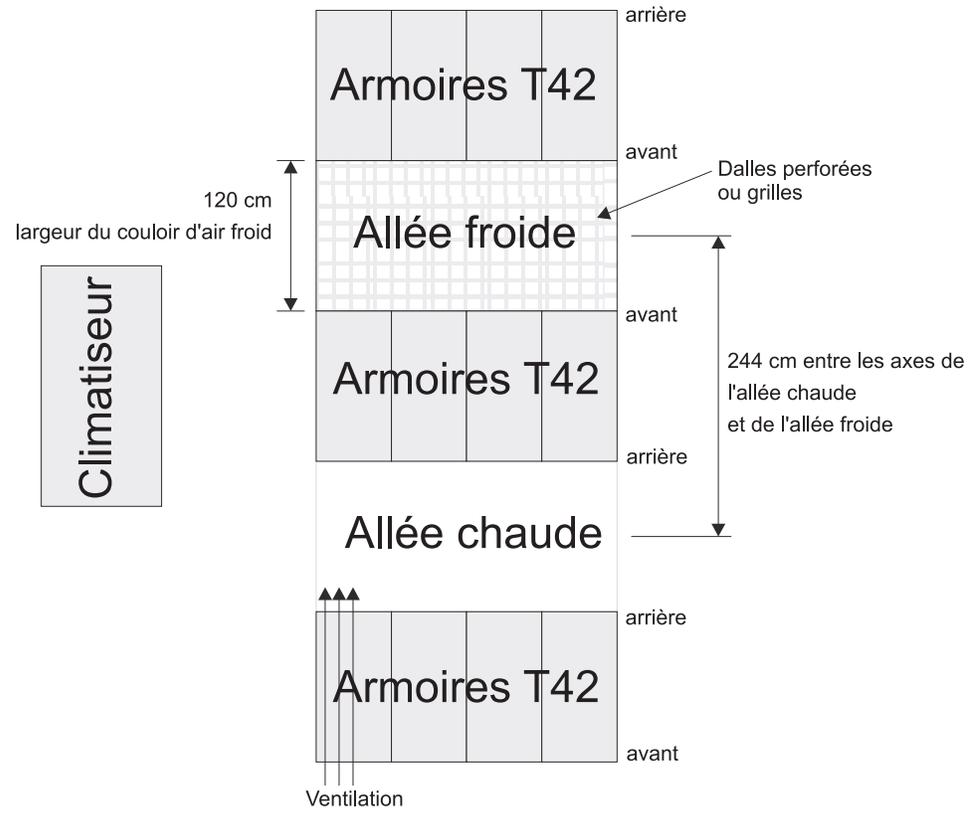

Figure 12. Exemple de configuration d'armoires organisées en allées froides/chaudes
- L'air pénètre par l'avant de l'armoire et sort par l'arrière. Pour éviter que l'air expulsé de l'armoire n'entre dans les orifices d'un autre appareil, vous devez organiser les armoires en rangées alternées dos à dos et face à face. Cet arrangement, également appelé "allée froide/allée chaude", est décrit dans la figure 12, à la page 17.
- Aux endroits où les armoires sont organisées en lignes face à face ou dos à dos, des espaces d'au moins 122 cm doivent séparer les rangées dans l'allée froide (voir figure 12, à la page 17).